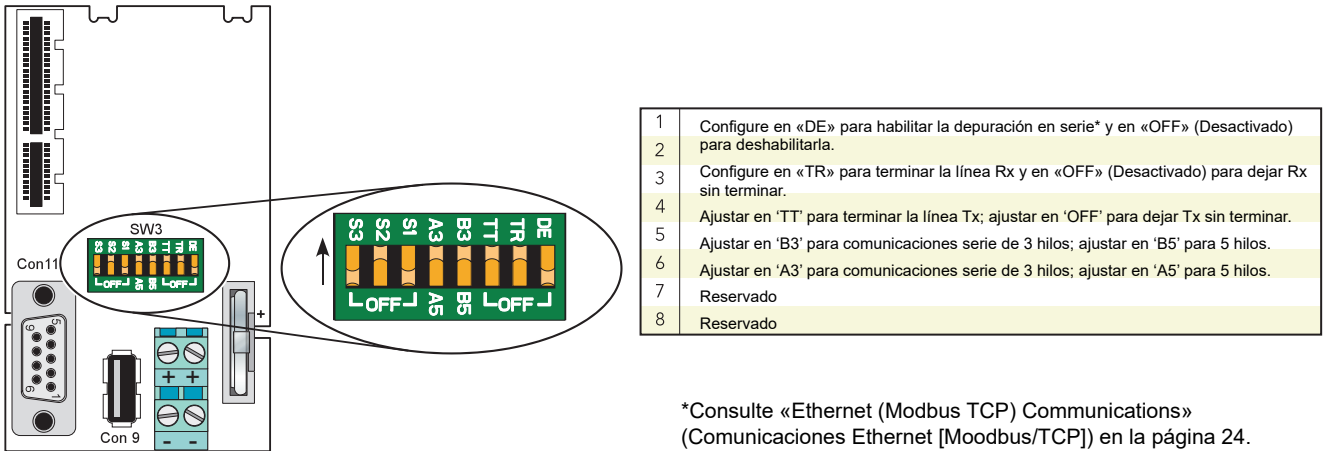

Figura 10 Detalles de configuración del hardware de comunicaciones
2. Seleccione el funcionamiento de 3 o 5 hilos usando el interruptor deslizante de ocho elementos (SW3) situado en la placa de terminales del módulo IOC. Las líneas Tx y Rx también pueden terminarse (con resistencia de 150 Ω) usando otros elementos de este interruptor. Consulte la figura 10 para más detalles.